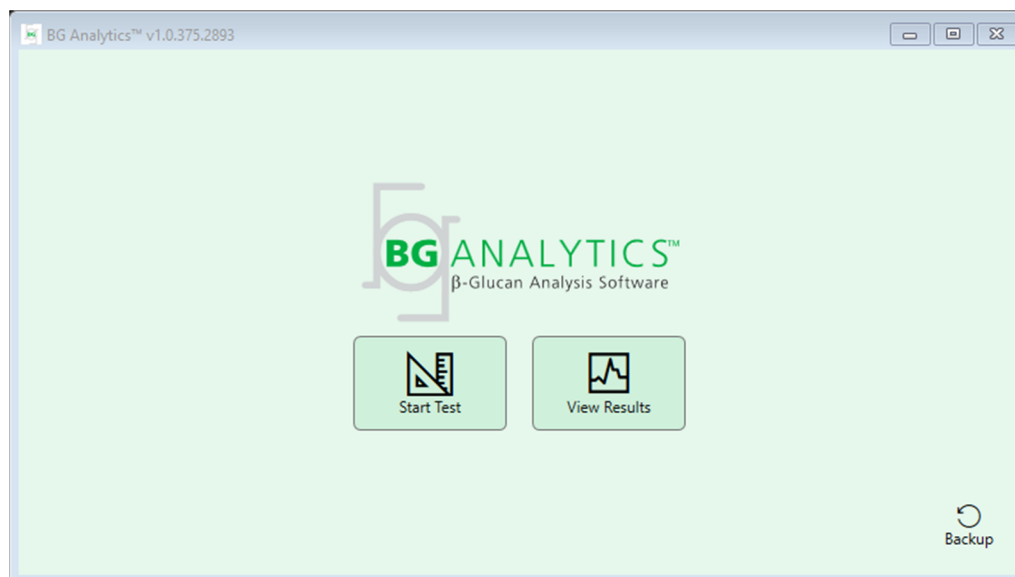

Figura 4. Ecrã de Início do BG Analytics®
4. O ecrã de **Início** aparece como mostrado na Figura 4.